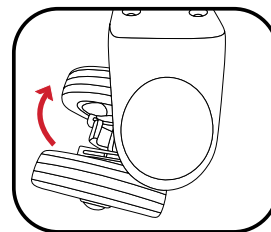

Fig 5
7. Vrid tillbaka hjulet 180° så att det sitter under huset (fig. 5)